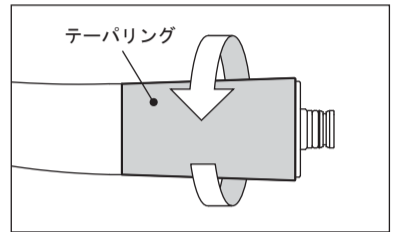

図22
- 1) テーパーリングを図22の方向に回して緩めて取り外します。